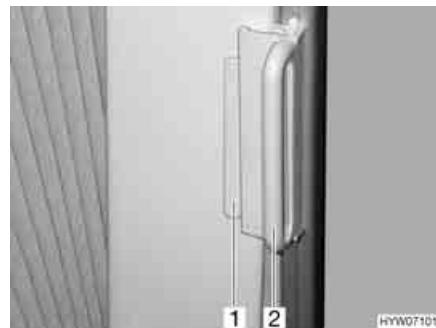

Fig. 63 Tendina oscurante pieghevole, aperta
- Aprire le tendine oscuranti pieghevoli per il finestrino del guidatore e del passeggero e spingerle nell'impugnatura della guida degli oscuranti (Fig. 63,2) sul sopralzo (Fig. 63,1).